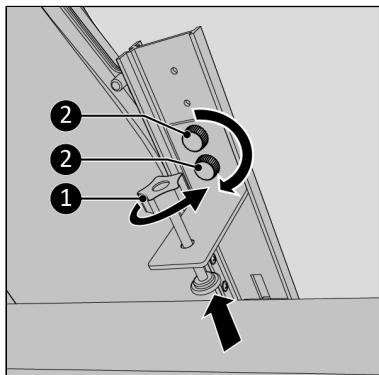

Figure 204.
11. Resserrez complètement la vis de fixation (Figure 204, pos. 1). Si vous manquez d'espace pour fixer le support, vous pouvez ignorer cette étape. Entrebattez ensuite la fenêtre, en vous assurant qu'elle ne puisse pas se refermer si possible.
13. Vissez le support de fixation sur le rail principal au moyen des deux vis à bouton (Figure 204, pos. 2).